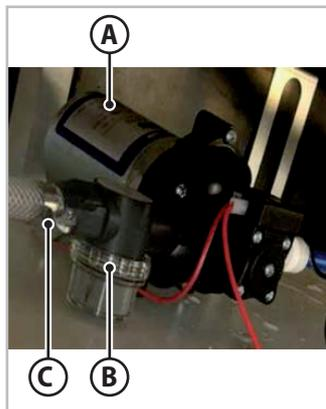

Fig. 7.1 - Filtro externo de la bomba de agua
3. Acceda a la bomba del agua (A - Fig.7.1) quitando los cojines del sofá de la dinette y quitando la tapa del alojamiento del depósito del agua potable.
4. Desenrosque el racor de plástico (C - Fig.7.1) que une el filtro con el tubo de desagüe.
5. Desenrosque la tapa transparente (B - Fig.7.1) del filtro y extraiga el cuerpo de filtro.
Limpie regularmente el vaso de expansión (Fig.7.1), especialmente cuando el agua salga con un flujo irregular por los grifos a pesar de: